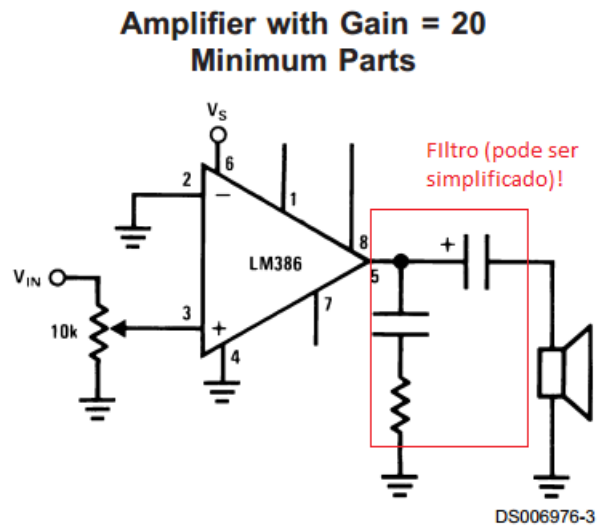

Figura 92: Amplificador de áudio de baixa tensão com LM386
2. O circuito apresentado na Figura 92 é um amplificador de áudio simples com o CI LM386. O LM386 é utilizado em circuitos de TV e rádio, entre outros.